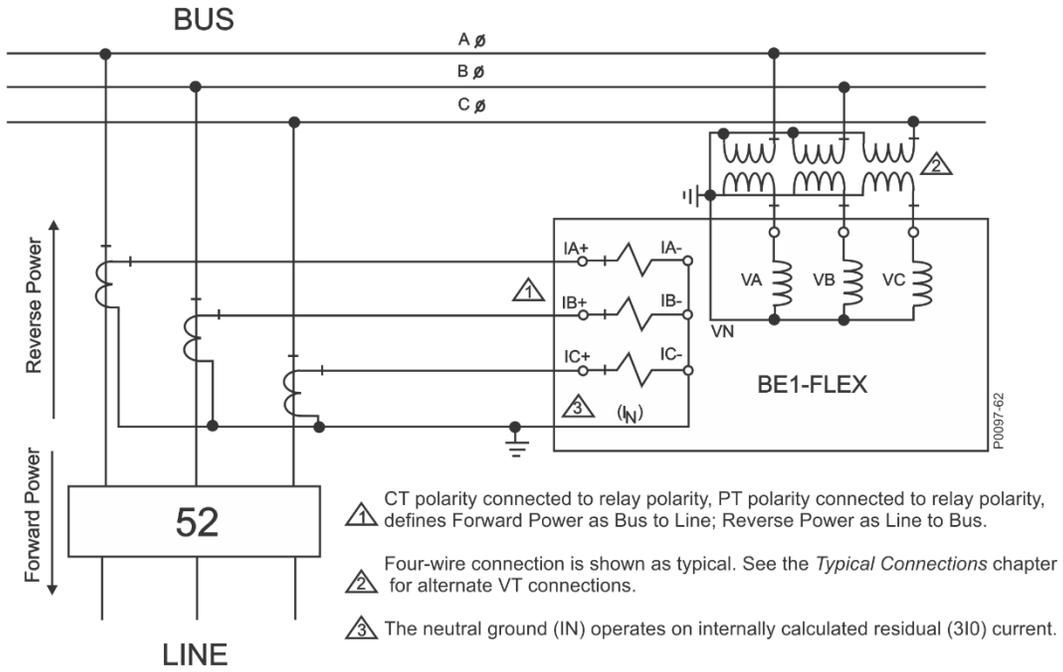
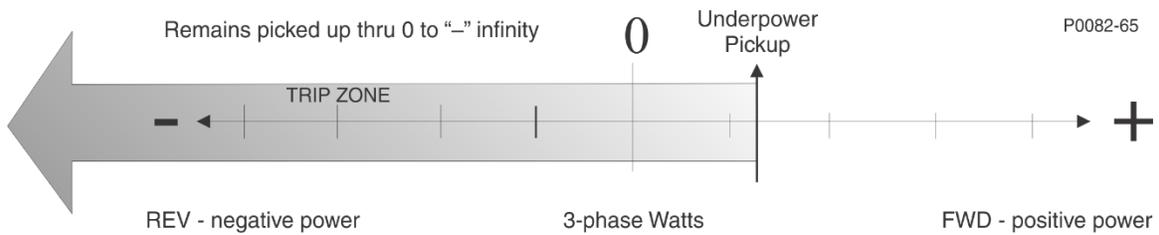

图 20-1. 功率流方向由电压和电流连接的极性来定义
图 20-2. 正向和反向启动值
除了超过功率跳闸阈值外，功率流的方向（正向或反向）必须与32元件运行的方向设置相匹配。在BE1-FLEX中，正向和反向方向由连接到BE1-FLEX的极性电压和电流定义，如图20-1所示。根据IEEE极性约定，正向功率定义为母线到线，反向功率定义为线到母线。
无论方向设置如何，功率元件的三相功率启动设置始终为正。但是，将正向可视化为正功率，将反向可视化负功率，有助于理解元件响应。如果我们按照图 20-2 所示的中间零 (0) 的正向和反向刻度来考虑，正向和负向功率流相对于正向和反向方向设置。例如，假设在一个联结应用中，如果有任何电力流向地区 EPS（电力公司），地区 EPS（非电力公司的发电源）需要与地区 EPS 分离（联结断路器跳闸）。为便于说明，假设图20-1 中的母线 是本地EPS，52 是联结断路器，LINE 是区域EPS。正常的电力流是从区域EPS 到本地 EPS，这恰好是一个工业设施，其本地发电用于调峰。
假设极性电流和电压连接如图 20-1 所示，正向功率定义为流入区域 EPS，反向功率定义为流入本地 EPS。针对此类应用，应将 32 元件设置为在反向（至本地 EPS）上以最小低功率跳闸。因此，设置将是反向、低于和 1W。为了提高灵敏度，模式选择应为三选三，这要求每相功率低于三相功率设置的三分之一或 0.33 W。假设负载吸收的正常功率在我们的刻度上反向或负方向为 4 kW。如果在调峰发电运行时工厂突然失去负载，则电力可能会流向 EPS 区域，具体取决于负载与发电的比率。负 4 kW 在达到某个正功率电平的过程中会通过 0 W。但是，这样做会通过反向、低于、0.33 W/相的负的欠功率跳闸阈值，从而导致 32 跳闸并断开互联断路器。从负 0.33 到正无穷大，32 元件保持在启动状态，如图 20-2 所示。应包括跳闸时间延迟，以确保 32 元件不会在瞬态功率条件下运行。